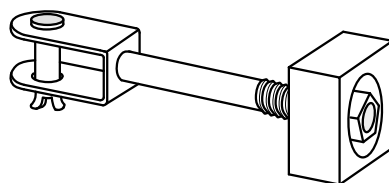

Рис.4. Запорное устройство с установленной (развальцованной) осью крепления
- при помощи зубила или кернера произвести расширение (развальцовку) края оси (например, как показано на рис.4);